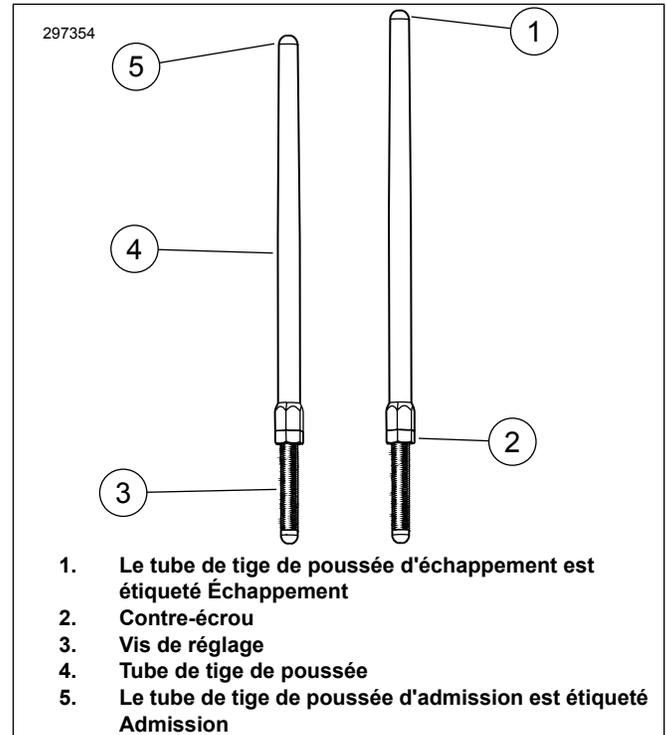

Figure 1. Tige de poussée réglable
- Voir Figure 1 . Desserrer le contre-écrou sur toutes les tiges de poussée et les régler à leur longueur la plus courte.
- Voir Figure 1 . À l'aide d'une clé de 5/16 po, empêcher la vis de réglage de la tige de poussée de tourner et tourner lentement le tube de tige de poussée à l'aide d'une clé de 1/2 po de 2 tours et demi complets dans le sens horaire (en allongeant la tige de poussée), vu du bas. (Le point présent sur les flancs du tube de tige de poussée peut être utilisé comme référence.)